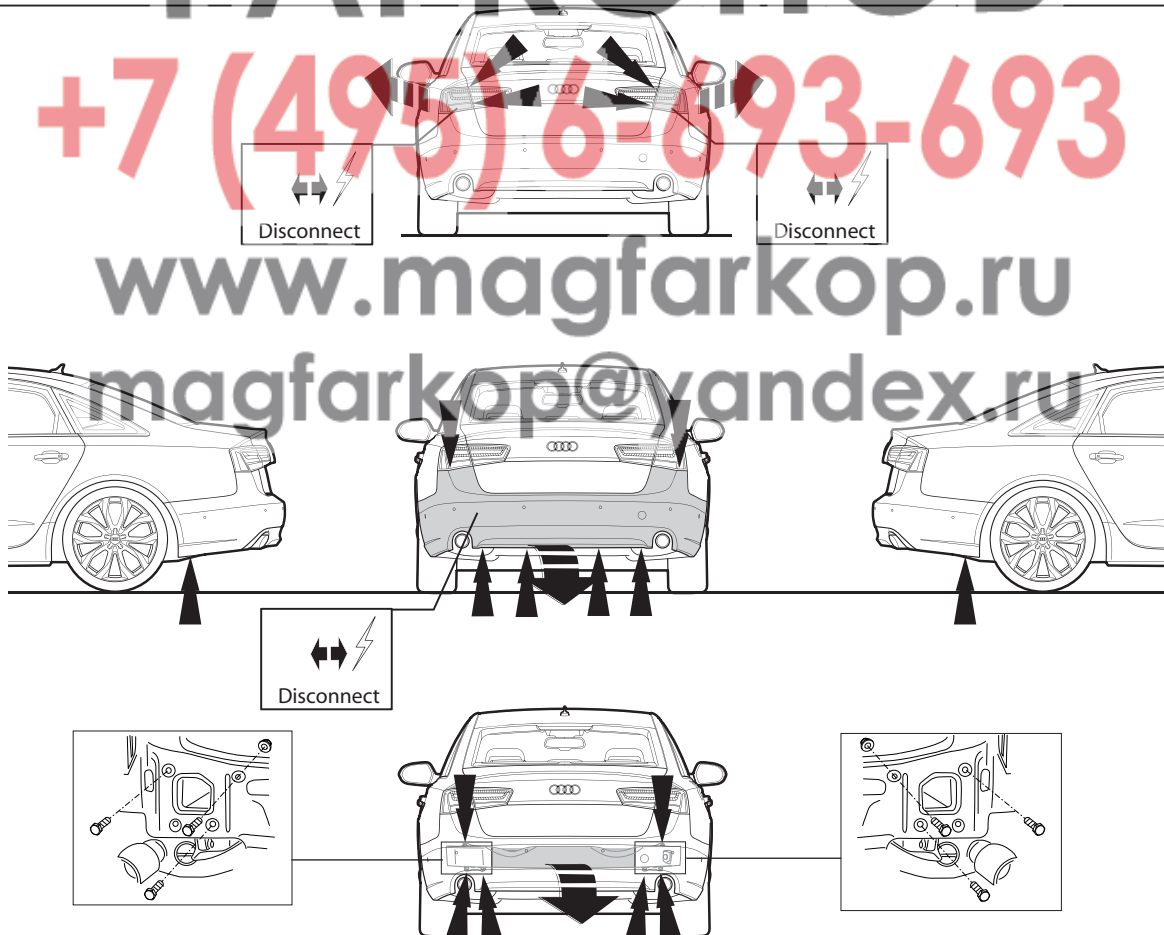

Fig. 1
wird nicht mehr benötigt. Schrauben wieder anbringen Siehe Abbildung 1/ 1a.
1. Démontez les feux arrière. Déposer le pare-chocs du véhicule y compris la traverse en acier ; la traverse ne sera plus utilisée. Remettre les boulons de fixations en place. Voir la figure 1/ 1a.
1. Demonter baglysenhederne. Demonter kofangeren, inklusive køretøjets stålstødbjelke. Denne bliver overflødig. Se fig. 1/ 1a.
1. Снять оба блока задних фар. Снять бампер вместе со стальным буферным брусом автомобиля; буферный брус больше не понадобится. См. рисунок 1.
3. См. рисунок 1/ 1a.